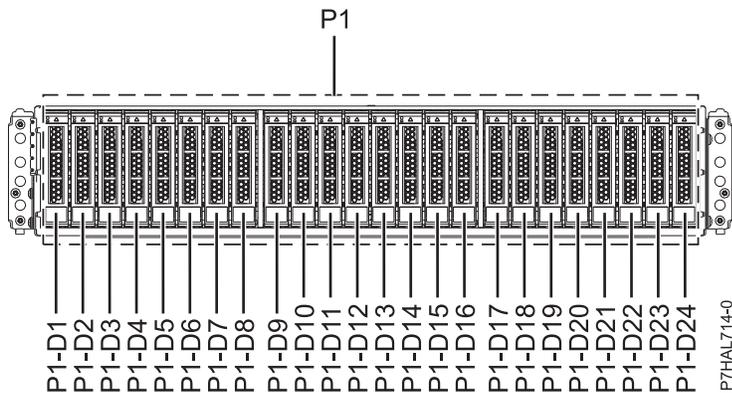
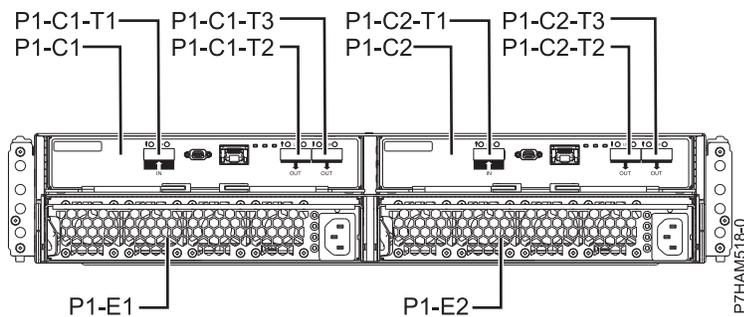

Abbildung 15. Vorderansicht des Plattenlaufwerkgehäuses 5887 mit den Positionen der Plattenlaufwerke
Abbildung 16. Rückansicht des Systems 5887 Plattenlaufwerkgehäuse
1. Ermitteln Sie das Teil und das Gehäuse, an dem Sie arbeiten möchten. Die Steckplätze für Plattenlaufwerke und Solid-State-Laufwerke befinden sich an der Vorderseite des Gehäuses. In Abb. 15 und Abb. 16 werden die Vorder- und Rückansicht des Gehäuses und die Positionen der Plattenlaufwerke im Gehäuse angezeigt.